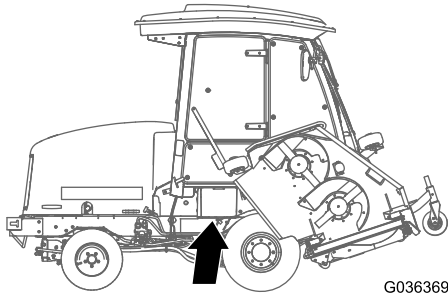

Bild 95
1. Öffnen Sie die Batterieabdeckung an der Seite der Abdeckung (Bild 95).
**Hinweis:** Üben Sie Druck auf die flache Oberfläche über der Batterieabdeckung aus, um das Entfernen der Abdeckung zu erleichtern (Bild 95).